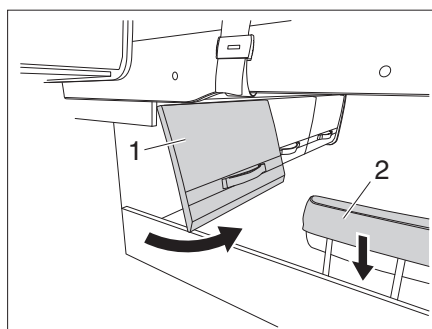

Fig. 162 Sportello del vano di stivaggio e poggiatesta
- Aprire lo sportello del vano di stivaggio (Fig. 162,1).
- Abbassare il poggiatesta (Fig. 162,2).